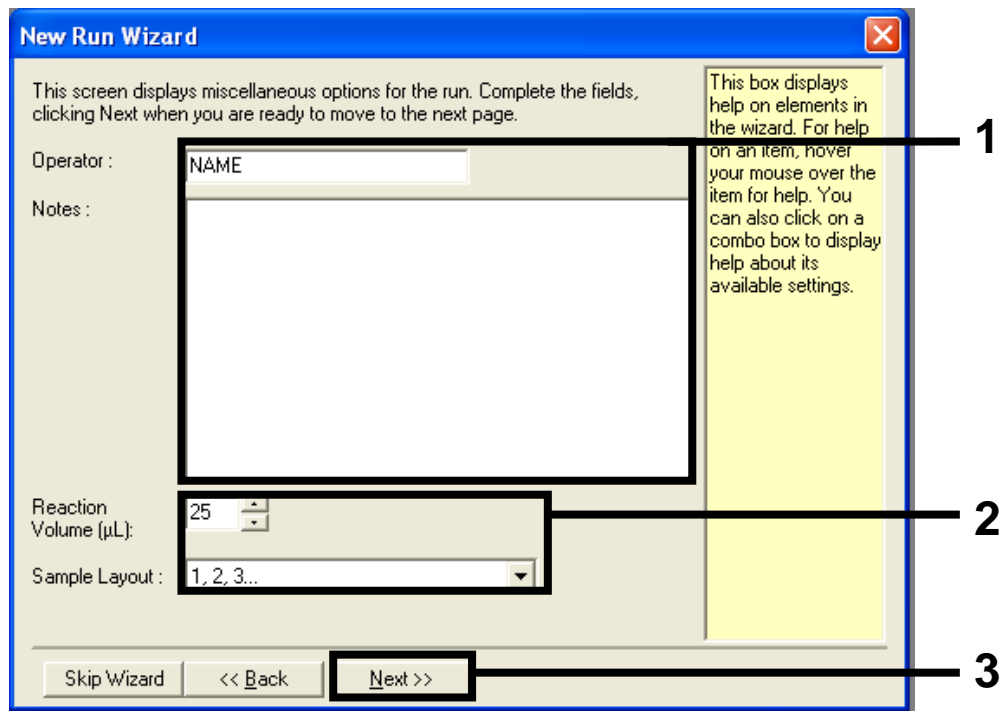

Abbildung 34. Optionsfenster des Dialogfelds „New Run Wizard“ (Assistent für neue Läufe)
3. Geben Sie den Namen des Bediener ein. Geben Sie unter „Notes“ Anmerkungen ein und stellen Sie sicher, dass das Reaktionsvolumen auf 25 eingestellt ist und im Feld „Sample Layout“ (Probenkonfiguration) „1, 2, 3...“ angezeigt wird. Klicken Sie auf „Next“ (Weiter) (siehe Abbildung 34).